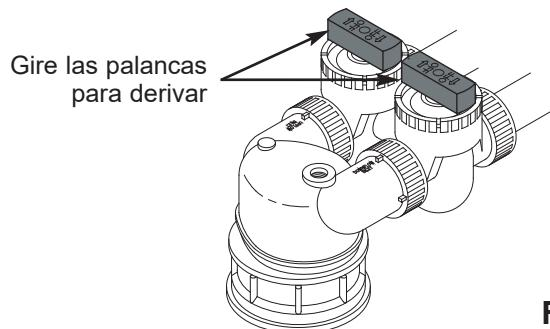

FIG. 7
- Derive el sistema girando ambas palancas de derivación en forma perpendicular al flujo de agua (vea la Fig. 7).